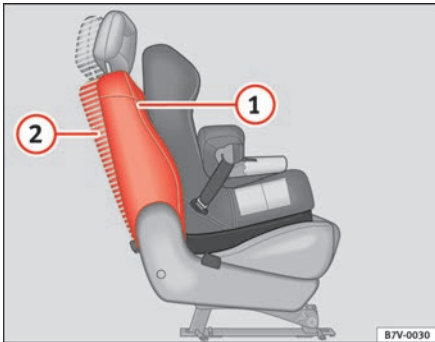

Abb. 34 Rückenlehnenstellung bei Verwendung von ISOFIX-Kindersitzen
Beim Einbau von Kindersitzen mit dem „ISOFIX“-System ist darauf zu achten, dass die Rückenlehne in Position ⇒ Abb. 34 ① oder ② steht.